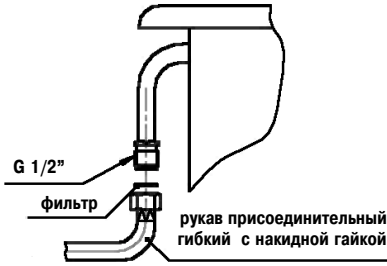

Рис. 3
6.12 Плита имеет присоединительную резьбу G 1/2". Подсоединение к газовой магистрали производится по схеме рис. 3 и 4.